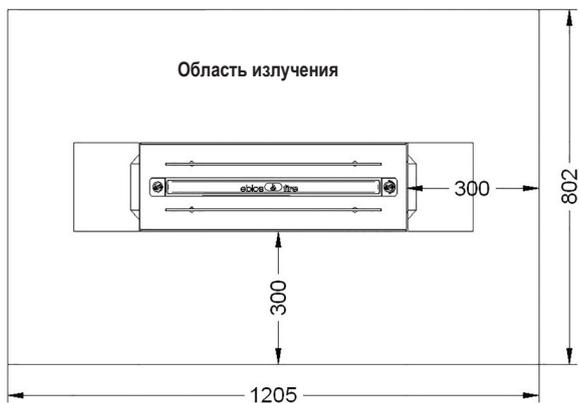

Рис. 4
Чтобы обеспечить достаточную теплоизоляцию следует оставлять мин. расстояние 300 мм (смотри рис. 4) до горючих конструктивных элементов, мебели, декораций или занавесей. Запрещено располагать предметы поверх EBIOS FIRE, до самого потолка помещения (расстояние до потолка > 1000 мм)!
- Запрещено располагать горючие предметы на свободных поверхностях ebios-fire. Не сушите белье на мебели EBIOS FIRE. Полки для сушки одежды нужно устанавливать только вне зоны излучения (Рис.4)! **Опасность возгорания!**